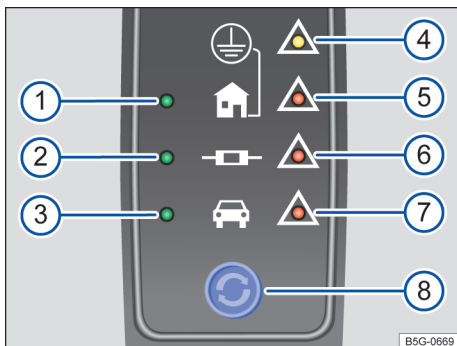

Fig. 168 No cabo de carregamento para tomadas de rede: dispositivo de proteção.
Legenda para → Fig. 168:
Através do dispositivo de proteção eletrônico → Fig. 168, o conector de carregamento não estará energizado até que seja conectado na tomada de carregamento do veículo.
Com o botão de reset → Fig. 168 ⑧ pode ser resetado um indicador de falha no dispositivo de proteção, se for o caso. Manter o botão de reset pressionado durante três segundos, no mínimo.
Indicação → Fig. 168	Significado
Se a corrente de carga for **reduzida** pelo dispositivo de proteção, a luz de advertência do conector da rede → Fig. 168 ⑤ ou do dispositivo de proteção ⑥ pisca em vermelho. Uma ou mais luzes de controle → Fig. 168 ①, ②, ③ se acendem ou piscam em verde. Assim que o cabo de carregamento tiver esfri-
Se o dispositivo de proteção detectar um erro na alimentação de corrente, a luz de controle do condutor de proteção → Fig. 168 ④ se acende ou pisca em amarelo ou a luz de controle do conector de rede → Fig. 168 ⑤ em vermelho, sem que seja exibido um indicador operacional (indicação de funcionamento). O processo de carregamento será interrompido. Verifique se é possível carregar em outra tomada da rede.
Os cabos de carregamento fornecidos fora da Noruega geralmente não podem ser utilizados para carregamento em tomadas de rede na Noruega. Os cabos de carregamento na Noruega não possuem luz de advertência → Fig. 168 ④ devido à outra rede de energia elétrica.